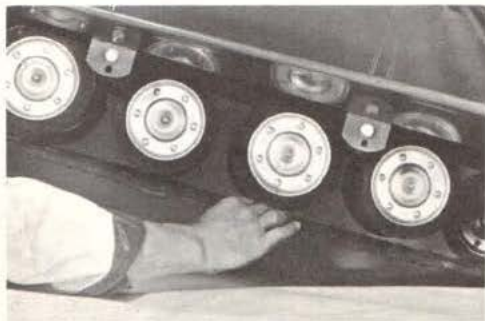

Fig. 7
- Soulevez l'arrière du véhicule afin de dégager complètement la chenille du sol. Une fois dans cette position, glissez les doigts entre le train central de suspension et la chenille (fig. 7).
- Si la tension est correcte, le jeu sera approximativement de l'épaisseur des doigts (fig. 7).